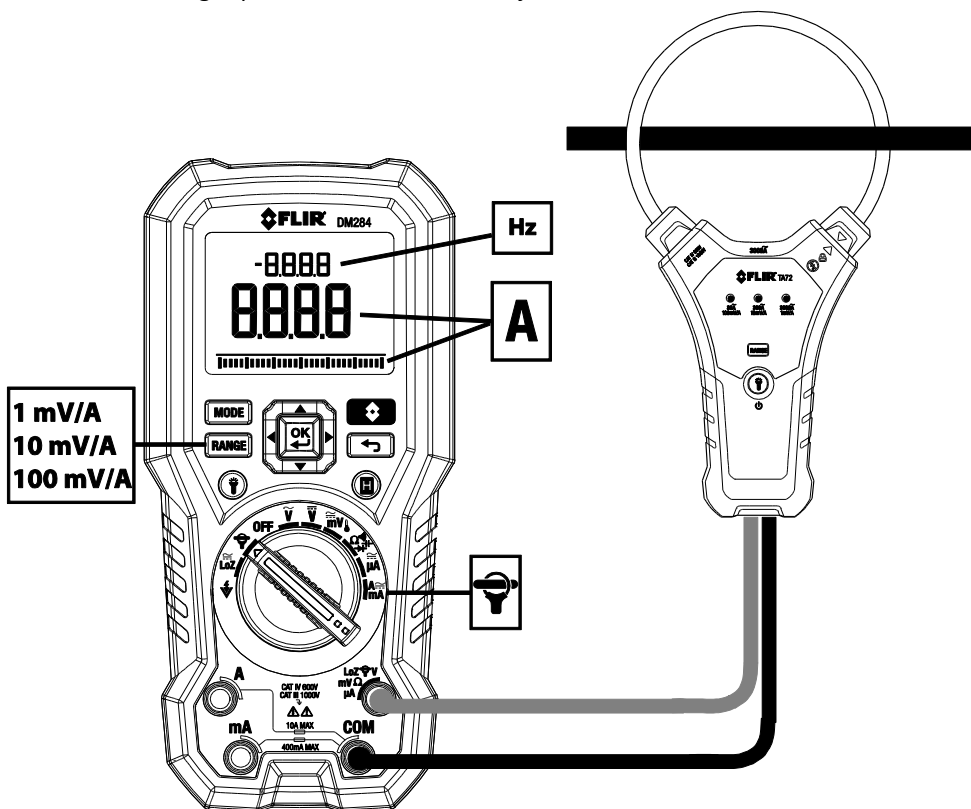

Fig. 7-12 FLEX klemme-applikasjon
2. Koble til et klemme-adapter som vist i **Fig. 7-12**.